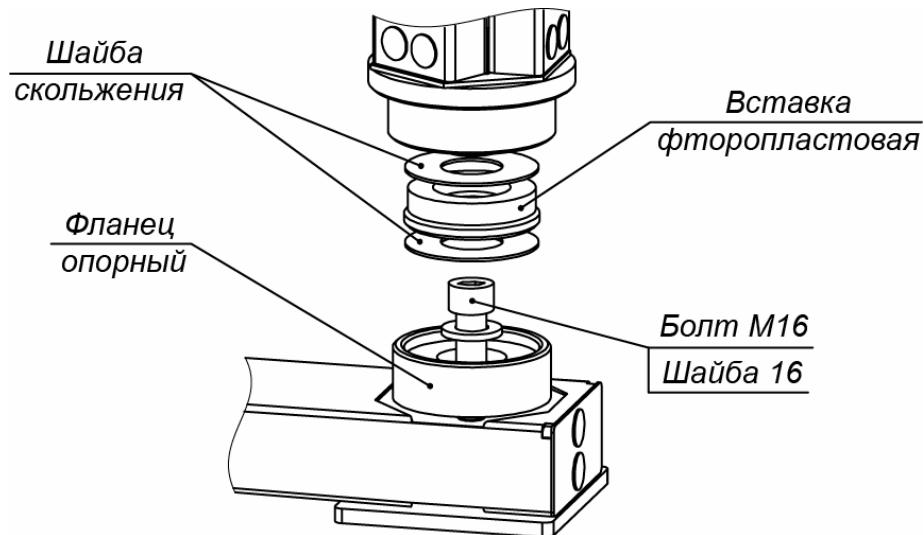

Рисунок 15. Нижний узел вращения ротора
12. Соберите ротор (1) (работайте вдвоем!):
- Соберите нижний узел вращения (3) ротора в стойке с преграждающими планками (5) (см. рис. 15). Две шайбы скольжения и находящаяся между ними фторопластовая вставка должны лежать в узле без перекосов, опираясь на всю опорную поверхность, симметрично относительно оси ротора (верхняя шайба скольжения приклеена к валу ротора). При этом гладкие поверхности шайб скольжения должны быть ориентированы на вставку. Допускается применение на поверхностях скольжения смазки типа ШРУС-4.